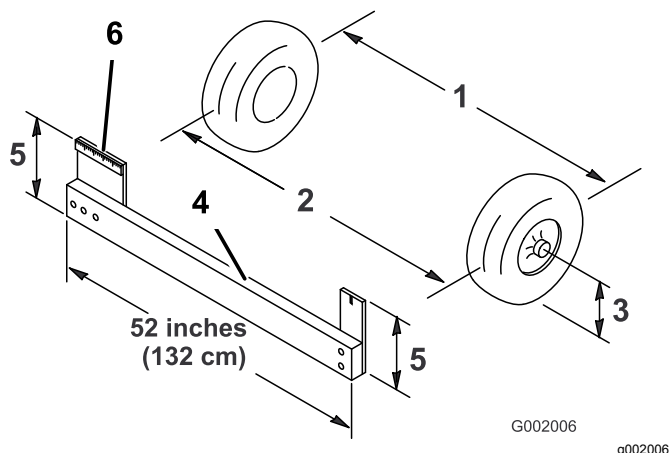

Рисунок 45
4. Измерьте расстояние между обеими передними шинами на уровне моста, с передней и задней стороны передних шин (Рисунок 45).
передней части передних колес на высоте моста (Рисунок 45).